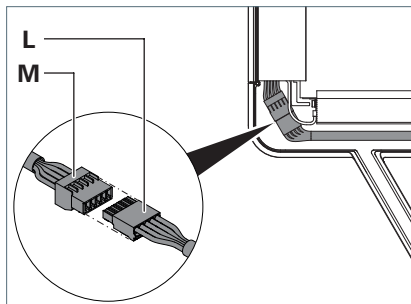

Fig. 7: Collegare la testa dell'apparecchio, parte 3.
- ▶ Collegare il portaconnettore a listello **L** con la morsettieria a perno **M** nella testa dell'apparecchio, vedere Fig. 7.